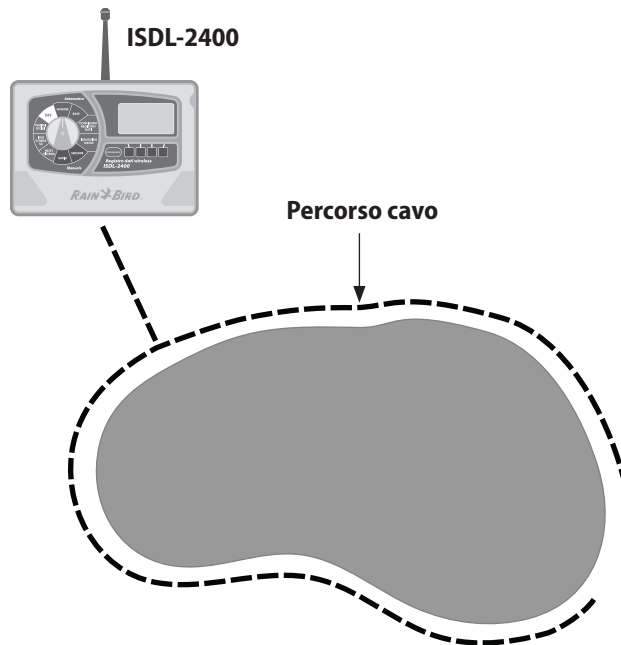

Figura 10 - Installazione del percorso del cavo
- 1 Utilizzando una vanga, un tagliaerba con kit per talpe o un aratro vibrante, posare il cavo intorno al green abbastanza in profondità per evitare i danni da areazione come mostrato nella Figura 10. Partire da ciascun registro dati o dall'ubicazione della scatola delle valvole più lontana.